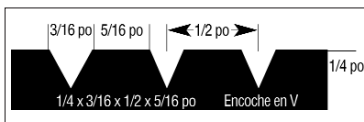

FIGURE 9
- Utiliser la truelle recommandée (figure 9) pour obtenir le taux d'étalement requis et la hauteur du sillon.
- Étaler une quantité suffisante d'adhésif avec une truelle 3/16" x 1/4" x 1/2" x 5/16" (voir la figure 9) dans une zone pouvant être recouverte en 60 minutes. LE TEMPS DE TRAVAIL VARIERA SELON L'ÉTAT DU CHANTIER.